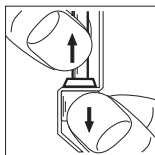

Abbildung 2
2. Haltering (unter der Kartoneinlage) festhalten und Uhr vorsichtig aus dem Haltering ziehen (Abbildung 2).